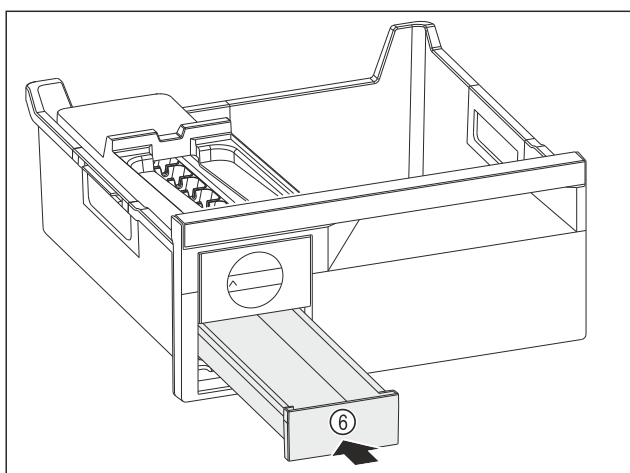

Fig. 92
- ▶ Insérer le compartiment à glaçons Fig. 92 (6).